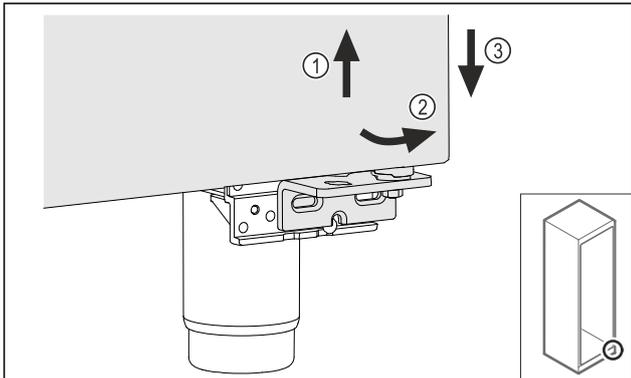

Fig. 14
- ▶ Tür leicht anheben Fig. 14 (1), unten nach vorne kippen Fig. 14 (2) und absenken Fig. 14 (3).